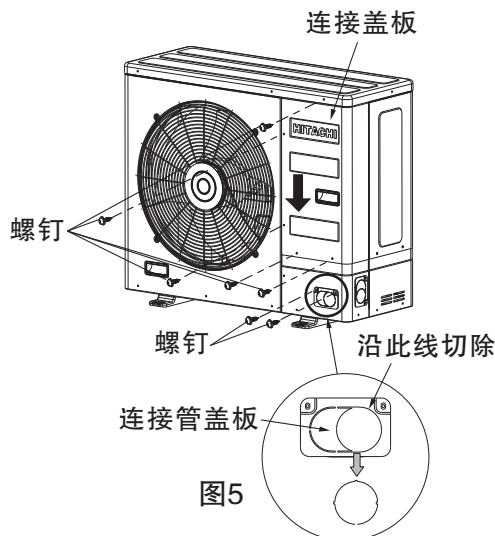
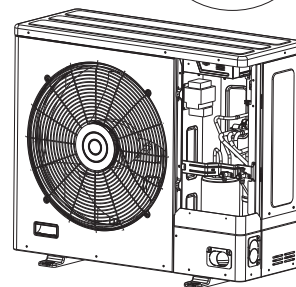

图5
图6
由于本室外机的截止阀在机器的内部，所以安装室内外连接管时必须将连接盖板拆下。如图5，拆下固定“连接盖板”的5处螺钉，将“连接盖板”向下再向外拆除。
当固定“连接盖板”的5处螺钉拆下后，“连接盖板”易按图5箭头方向，向下滑落。安装时请特别注意，防止其从高空坠落，造成人员伤亡。
(1) 本室外机正面、右面及后面共有3块连接管盖板。根据室内外连接管安装方向，拆下相应的“连接管盖板”，图5、图6为室内外连接管从前面安装的情况。
(2) 将固定连接管盖板的2处螺钉拆除，再将连接管盖板的中间部分切除，如图5。之后将连接盖板再安装到机器上。(如图6)
1. 铜管切割与扩口如图6所示